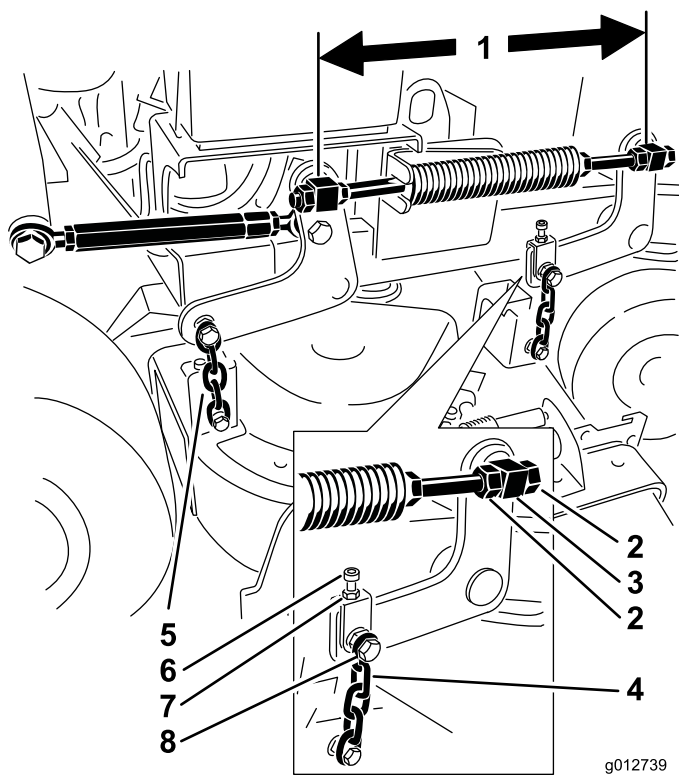

Bild 84
6. Prüfen Sie den Abstand zwischen den Drehzapfen; messen Sie in der Mitte der Drehzapfen (Länge Mitte-zu-Mitte) an der Gewindestange. Die Länge muss bei 91-cm-Mähwerken 49,5 cm und bei 102-cm-Mähwerken 43,7 cm betragen (Bild 84).
9. Stellen Sie die Länge zwischen den vorderen und hinteren Drehzapfen an dieser Seite mit den Klemmmuttern vorne am Drehzapfen ein (Bild 84).
11. Stellen Sie mit der Einstellschraube die gleiche Spannung an beiden vorderen Ketten ein (Bild 84).
5. Lösen Sie die Mutter am oberen Kettenbolzen und die Klemmmutter an der Einstellschraube (Bild 84).
6. Stellen Sie mit der Einstellschraube einen um 6 bis 10 mm niedrigeren Wert vorne an Stelle **A** als hinten an Stelle **B** ein (Bild 84).